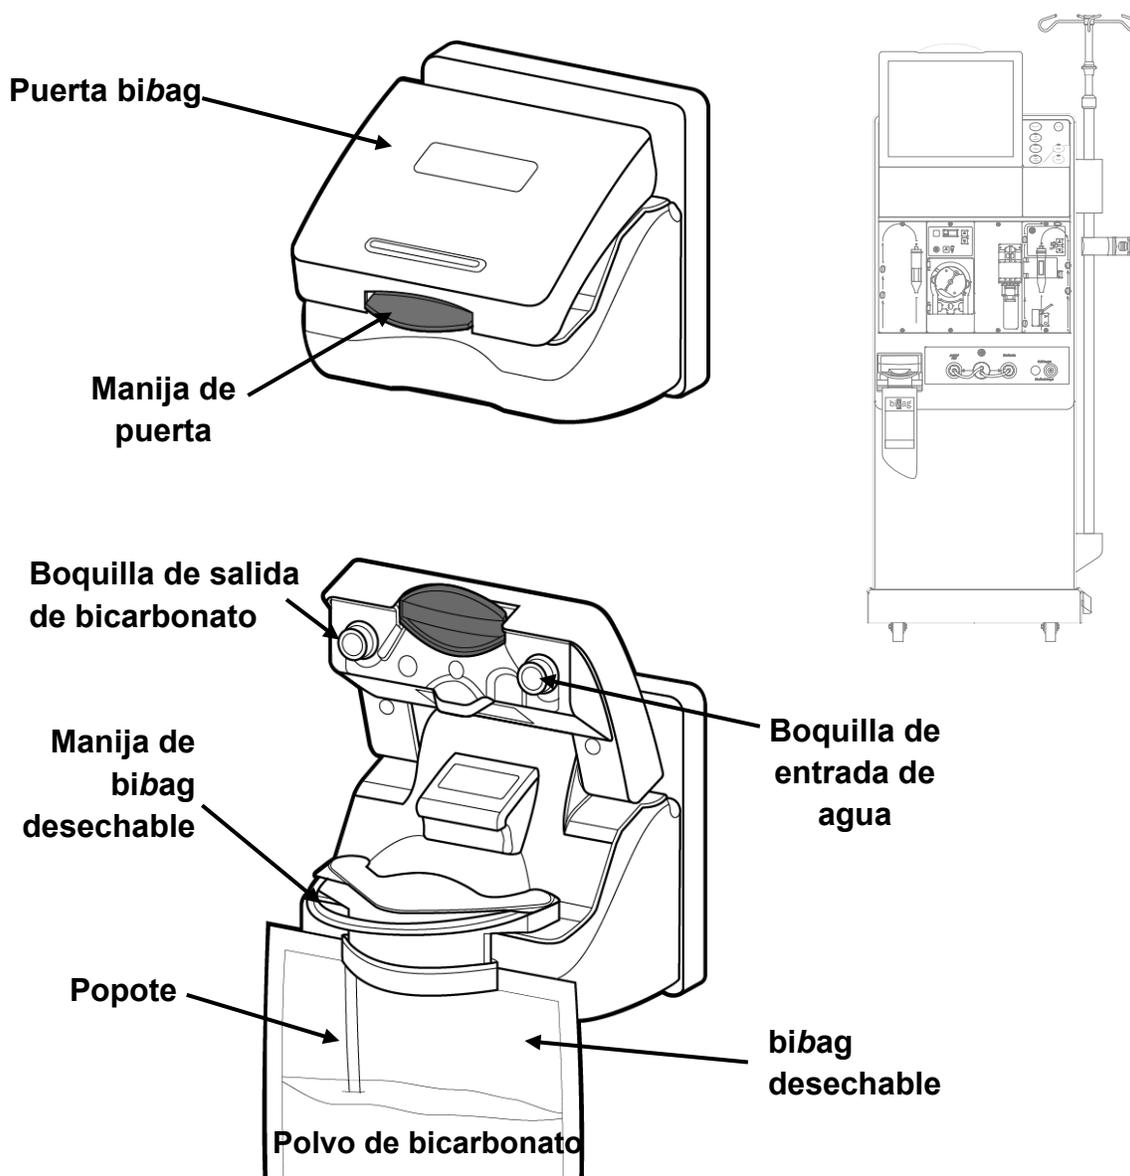

Figura 1 – Conector *bibag*: puerta cerrada y *bibag* desechable insertado con puerta abierta
4. Con la manija blanca del bibag volteada hacia fuera (vea Figura 1), cuelgue el bibag desechable en las boquillas del conector del bibag.